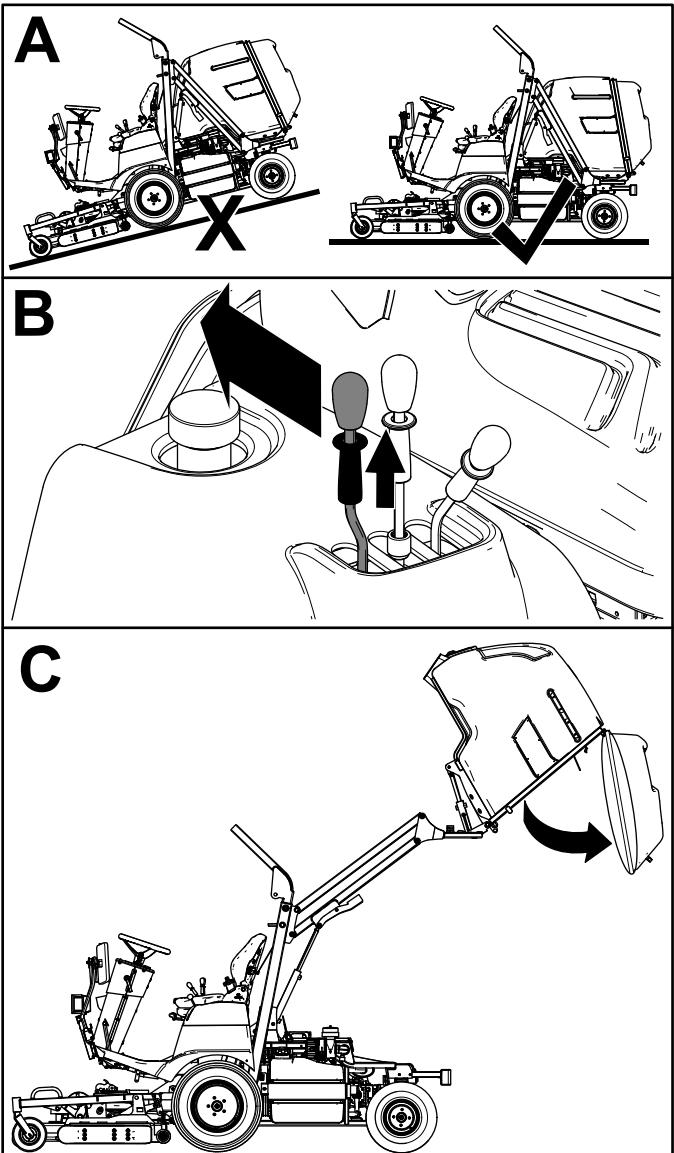

図 25
2. ホッパーダンプレバーのロックカラーを上に引き、レバーを後方に傾けるとホッパーにたまっている刈りかすがダンプされます図 25。